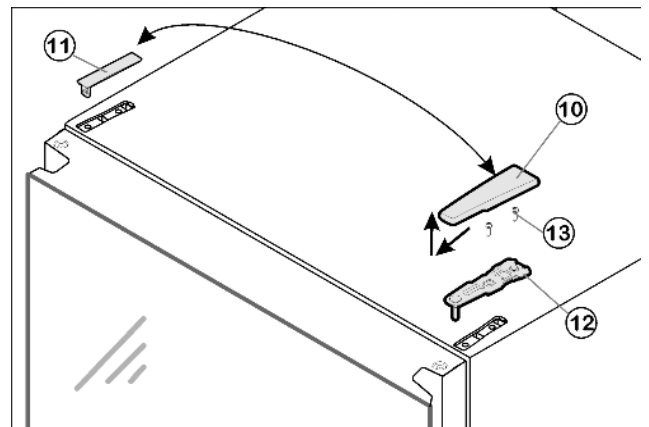

Fig. 8
- ▶ Enlever le cache Fig. 8 (10) vers l'avant et en haut.
- ▶ Retirer le cache Fig. 8 (11).
- ▶ Dévisser le Fig. 8 (12) support d'appui supérieur (2 Torx® 25) Fig. 8 (13) et retirer vers le haut.
- ▶ Placer le support d'appui supérieur *Fig. 8 (12)* sur le nouveau côté charnière dans la porte.
- ▶ Visser le support d'appui supérieur à fond (avec **4 Nm**) (2 x Torx® 25) *Fig. 8 (13)*. Pointer les trous de vissage ou utiliser une visseuse sans fil.
- ▶ Faire encliqueter le cache *Fig. 8 (11)* et le cache *Fig. 8 (10)* du côté opposé.